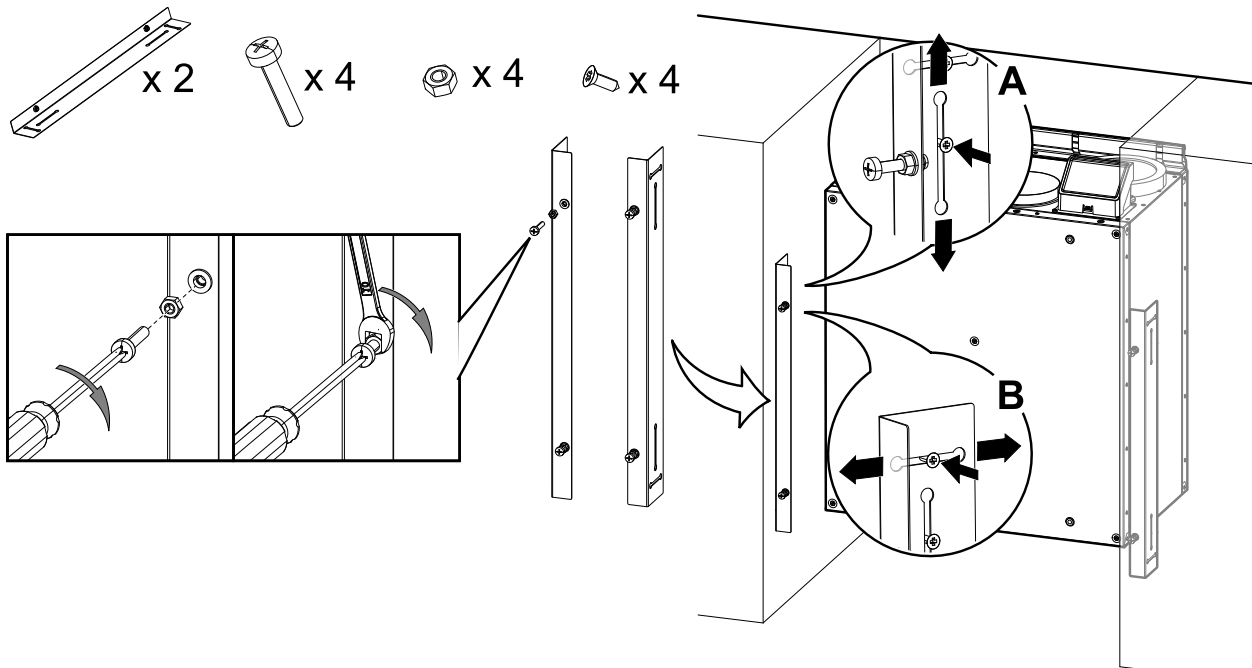

Bild 17 Die Installation der Schrauben und Halterungen
1. Vier M6-Schrauben in die Gewindeeinsätze am Gerät montieren und mit Sechskantmuttern sichern (Abbildung 17). Der Abstand der Schrauben kann nachträglich justiert werden.
Die Halterungen sind vertikal (Abbildung 17, A) und horizontal justierbar (Abbildung 17, B). Richten Sie die Halterungen an der Unterseite des Gerätes aus. Ziehen Sie die Schrauben nach dem Einstellen der Halterungen fest an.